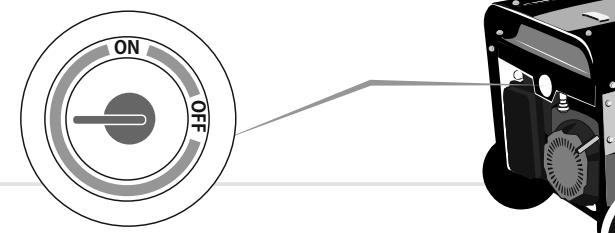

рисунок 5
1. Откройте топливный кран (см. рис. 5), повернув рычажок топливного крана в положение «ON».
5. Закрыть топливный кран (см. рис. 5), повернув рычажок топливного крана в положение «OFF».
4. При работе на бензине закройте топливный кран, повернув рычажок топливного крана в положение «OFF» (см. рис. 5). При работе на сжиженном газе закройте кран подачи газа (см. рис. 7.).